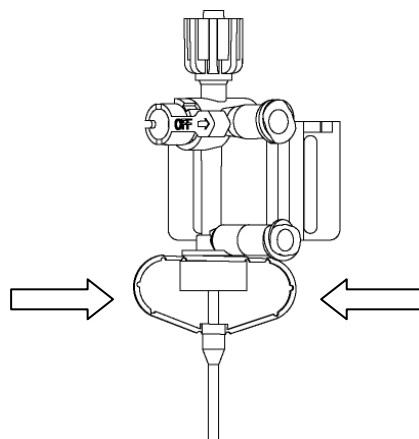

Figura 1. Funcionamento do dispositivo de infusão contínua
- 4.7 Acione o dispositivo de infusão contínua suavemente, pressionando as suas aletas (**Veja a Figura 1**). Lembre-se: o ar sobe, portanto, sempre deixe que o fluido preencha o sistema de baixo para cima.